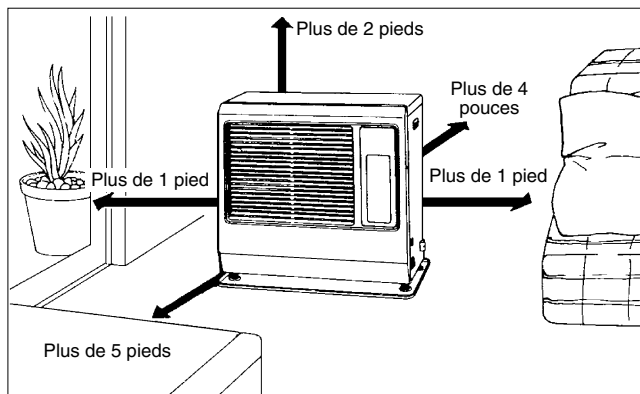

Fig. 1
1. Choisir l'emplacement de l'appareil. Prévoir les dégagements indiqués sur le croquis ci-dessous. (Voir Fig. 1)